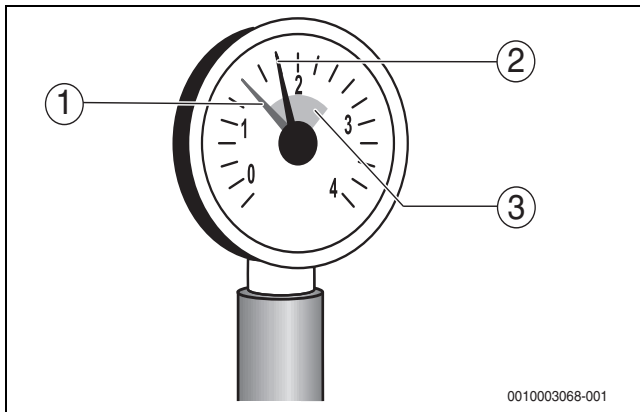

Bild 3 Manometer
- ▶ Wenn der Betriebsdruck durch das Entlüften abfällt (siehe Einstellung roter Zeiger am Manometer → Bild 3, Seite 7), muss Wasser nachgefüllt werden.